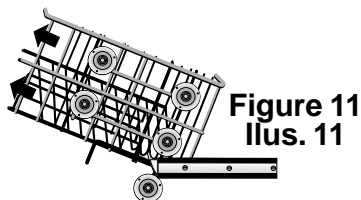

Figure 11
- 1) Remove the empty upper rack by pulling it out of the dishwasher to the point that it can be lifted upward, as shown in Figure 11.
- 1) Enlever le panier supérieur vide en le tirant hors du lave-vaisselle jusqu'au point où il peut être soulevé, comme à la figure 11.
- 1) Desprenda el estante superior vacío por medio de jalarlo fuera de la lavadora hasta que pueda levantarlo, tal como muestra la Ilustración 11.